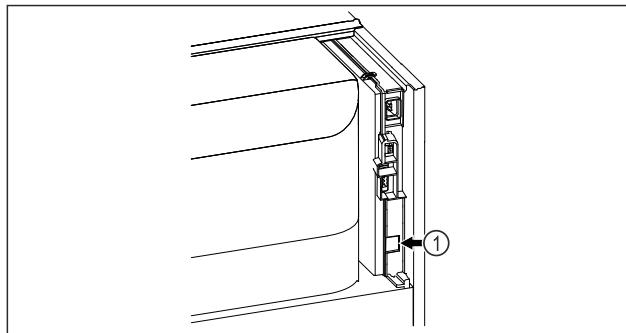

Fig. 129
- SmartModule Fig. 129 (1) este instalat.